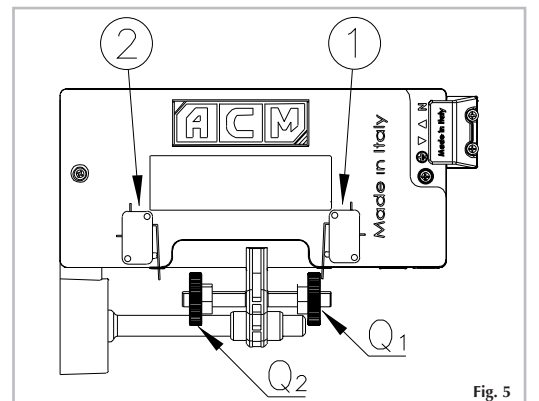

Fig. 5
- 18) Après avoir effectué l'installation mécanique et les contacts électroniques, procéder avec le réglage des fins de course comme indiqué en fig.5.
- 18) After having installed the mechanical parts and electrical connections, proceed to the regulation of the limit switches as shown in figure 5.
- 17) Cerrar el final de carrera a través de la cobertura de plástico (Z) y luego apretar con los dos tornillos verificar la correcta disposición de los cables (ver gráfico 4).
- 18) Despues de haber efectuado la instalacion mecanica y los contactos electricos proceder a regular el movimiento final del cierre como mues la fig.5.